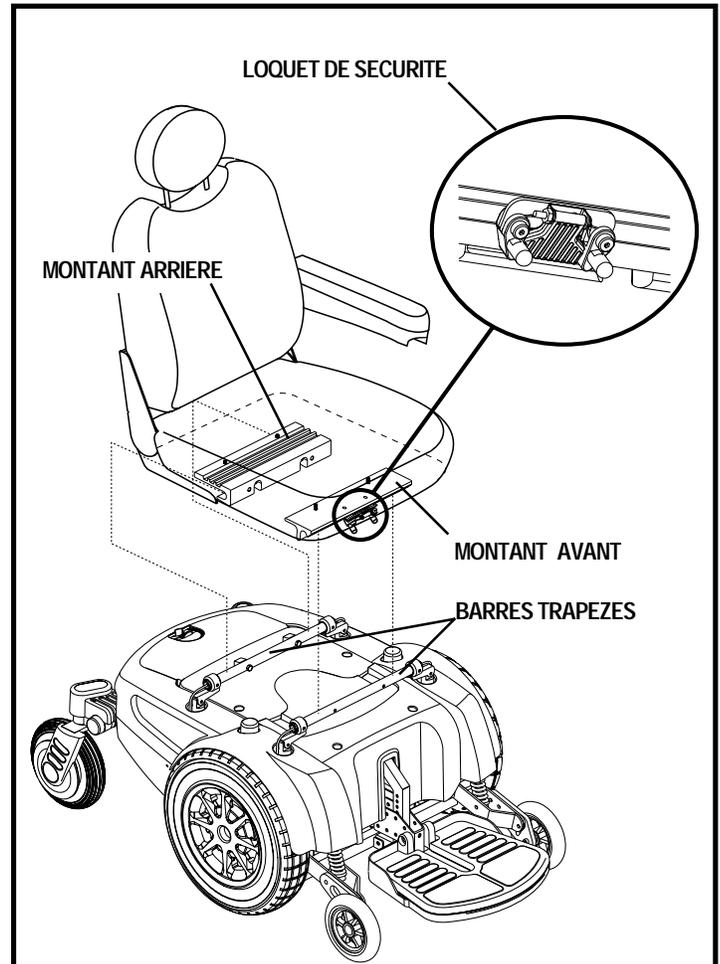

Figure 11. Système de montage universel - Siège anatomique
Il se peut que vous ayez à installer le siège avant la première utilisation ou après avoir transporté votre fauteuil motorisé. La plupart des sièges sont fixé à la base à l'aide du Système de Montage Universel (SMU). Le système de montage universel (SMU) est composé de pièces compatibles au siège à dossier moyen ou à dossier haut sans égard à la largeur ou à la profondeur du siège. Les composantes principales sont deux montants en aluminium montés sur la base. Ils se fixent à une paire de barres trapèze qui sont montés sur les quatre tourelles métalliques de la base motorisée. Voir la figure 11. Si votre appareil est équipé d'un siège Synergy ou du système TRU-Balance, référez-vous aux instructions d'installation dans le manuel accompagnant le produit.
2. Inclinez le siège vers l'arrière et faites glisser le montant arrière sur sa barre trapèze. Voir la figure 11.
4. Basculez le loquet vers le bas. Voir la figure 11.